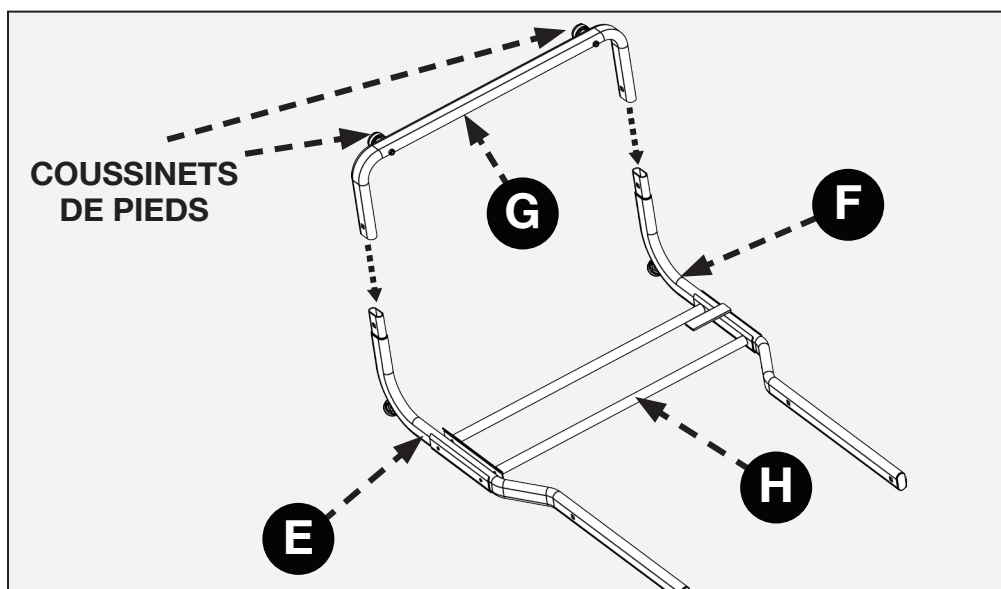

FIGURE 3
Placer l'ensemble de branchement croisé (H) entre les ensembles de tiges du support et raccorder le tube de connexion de la tige de support (G) aux extrémités de l'ensemble de tubes des tiges du support tel que représenté à la figure 3.
REMARQUE : Veiller à ce que les coussinets des pieds soient orientés comme représenté à la figure 3